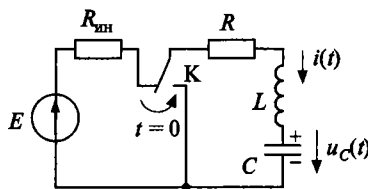
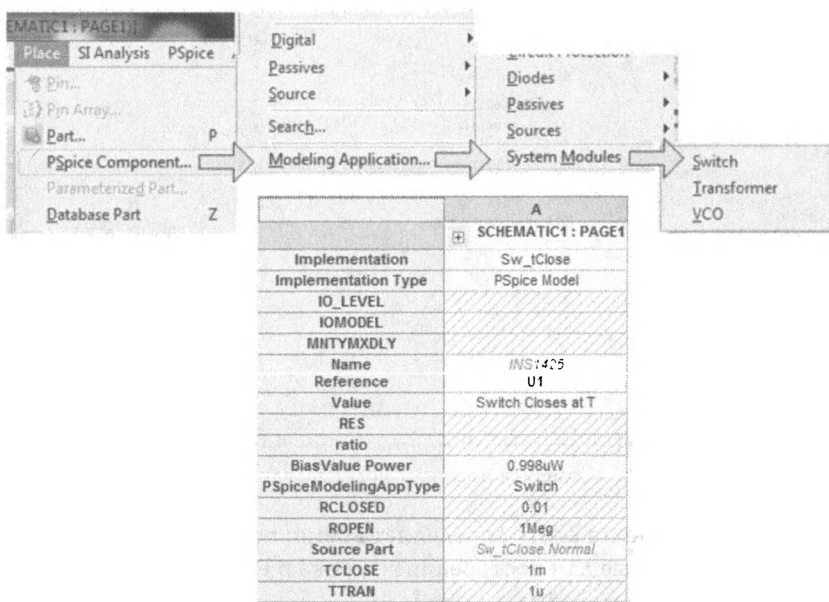

Рис. 8.3. Схема цепи второго порядка
Рис. 8.4. Установка параметров ключа
На рис. 8.3 показана схема цепи второго порядка, содержащей два накопительных элемента: индуктивность и емкость. До коммутации к цепи подключен источник постоянного напряжения  $e(t) = E = \text{const}$ . Емкость заряжена до напряжения  $u_C(0_-) = E$ . Ток в цепи
1. Создадим новый проект PR-15 для моделирования цепи второго порядка по схеме рис. 8.3. Ключ следует выбрать из PSpice Component, перемещаясь по пути, показанному на рис. 8.4. В свойствах ключа установим время замыкания TCLOSE = 1м, переходное время (время переключения) TTRAN = 1μ, сопротивление замкнутого RCLOSED = 0.01, сопротивление разомкнутого ключа ROPEN = 1Meg.